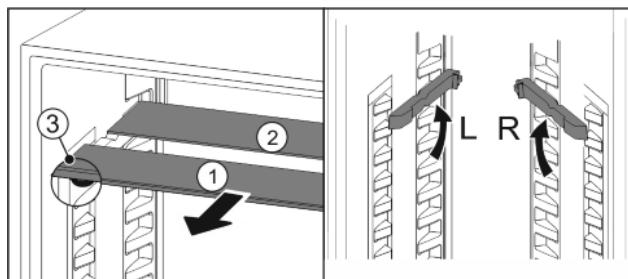

Fig. 22
- Издърпайте Fig. 22 (1) поотделно стъклените площи напред.
- Стъклената плоча Fig. 22 (1) с ограничителя на изтеглянето е отпред.
- Ограничителите сочат надолу Fig. 22 (3).